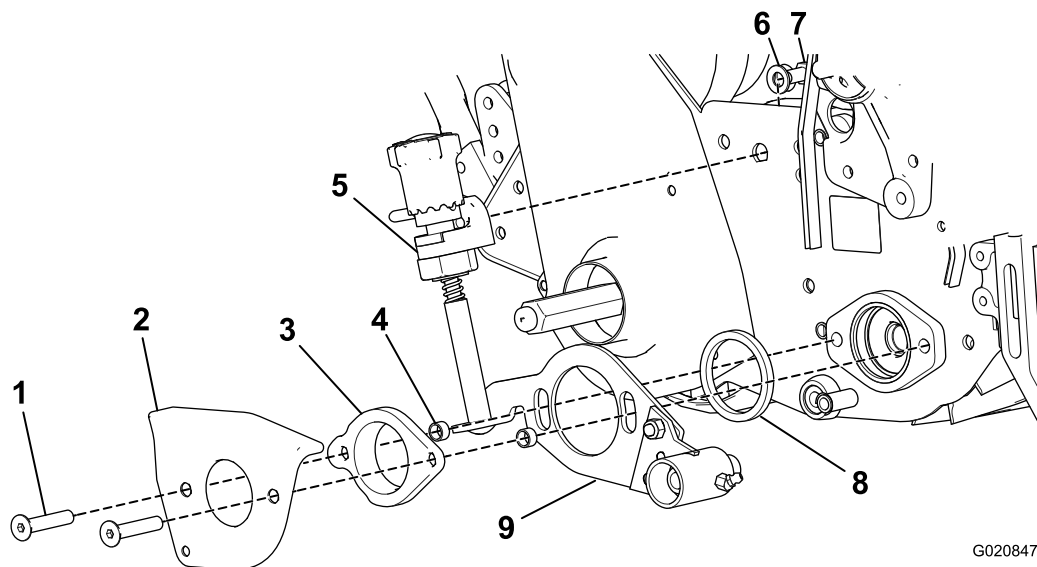

图19
6. 取下疏草刀臂盖（图19）；保留平头螺丝，丢弃盖子下面的隔片。
8. 从调节旋钮安装架上卸下弧形垫圈和螺栓（ $\frac{3}{8}$ x $\frac{5}{8}$ 英寸）（图19）。
9. 将适配器卡环插入滚刀轴承壳体（图19）。
10. 将 2 个平头螺丝 ($\frac{3}{8}$ x 2 英寸) 插入并穿过疏草刀臂盖和轴承适配器, 并将隔片放到每个螺丝上 (图19)。
11. 将疏草刀臂盖、轴承适配器、隔片和疏草刀板总成安装到滚刀轴承壳体上, 将适配器滑动穿过疏草刀板总成内的铜衬套, 并滑入滚刀轴承壳体 (图19)。
13. 使用之前卸下的螺栓 ($\frac{3}{8}$ x $\frac{5}{8}$ 英寸) 和弧形垫圈, 将疏草刀调节旋钮总成安装架安装到右侧板 (图19)。